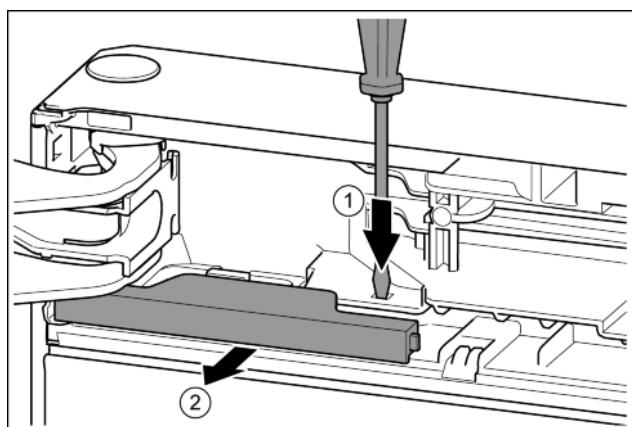

Fig. 11
- Odvijačem s ravnom glavom pritisnite jezičac. Fig. 11 (1)
- Izvucite pokrov iz uskočnog zatvarača. Fig. 11 (2)